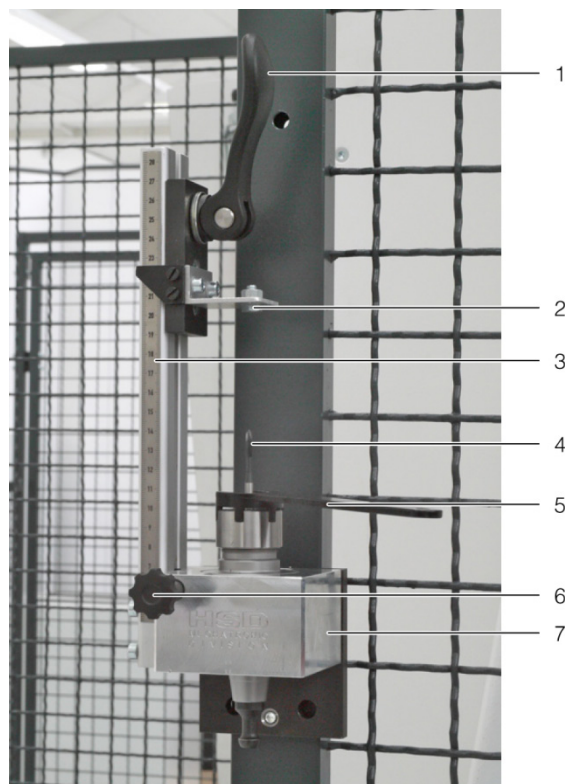

Abb. 42: Werkzeugmontagehilfe (Zubehör)
- Spannen sie ihn in die Werkzeugmontagehilfe für Gewindeschneider (vgl. Abb. 42).